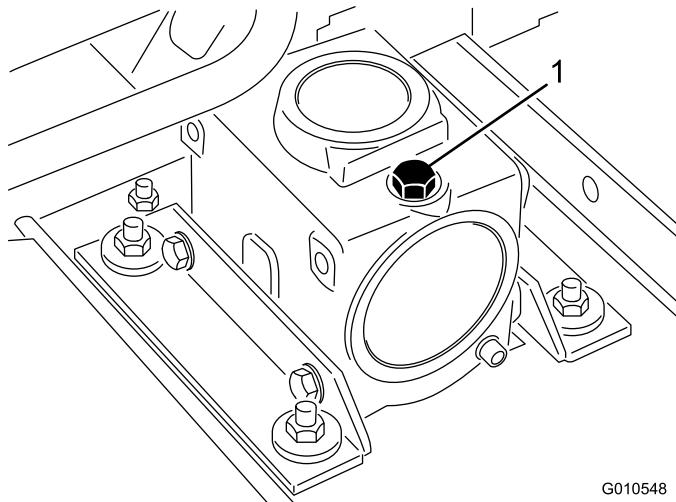

Figure 22
2. Placez la machine et le plateau de coupe sur une surface plane et horizontale, et abaissez le plateau de coupe. Retirez la jauge/le bouchon de remplissage du haut du réducteur (Figure 22) et vérifiez que le niveau de lubrifiant se situe entre les repères de la jauge. Si le niveau de lubrifiant est bas, ajoutez de l'huile pour engrenages SAE 80-90 jusqu'à ce que le niveau se situe entre les repères. La capacité du réducteur est de 283 ml.